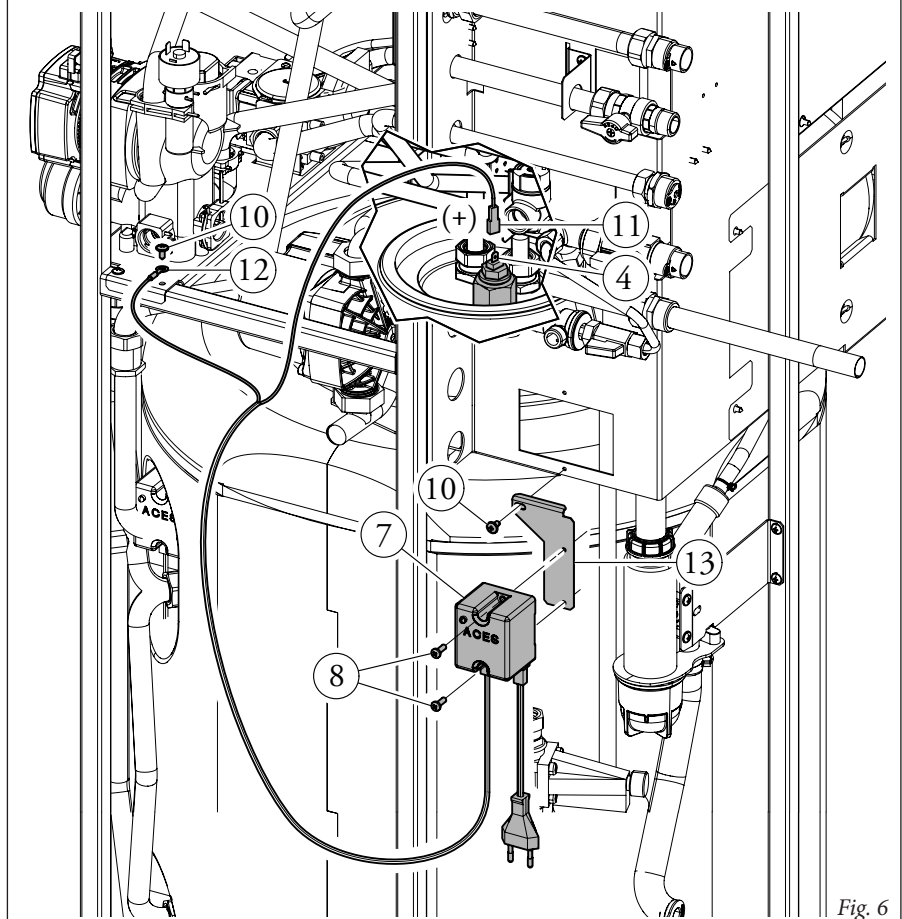

Fig. 6
- Montare la centralina (7) con le viti (8) sulla piastrina di fissaggio (13) (Fig. 6).
- Montare la piastrina (13) sulla caldaia utilizzando la vite (10).
- Effettuare il collegamento di messa a terra con cavo nero (12) utilizzando la vite (10).
- Collegare il connettore cavo rosso (11) al faston presente sull'anodo (4).
N.B.: Per migliorare il collegamento con l'anodo e ridurre l'ingombro è possibile sostituire il connettore (11) con quello a bandiera fornito in dotazione con relativa protezione.